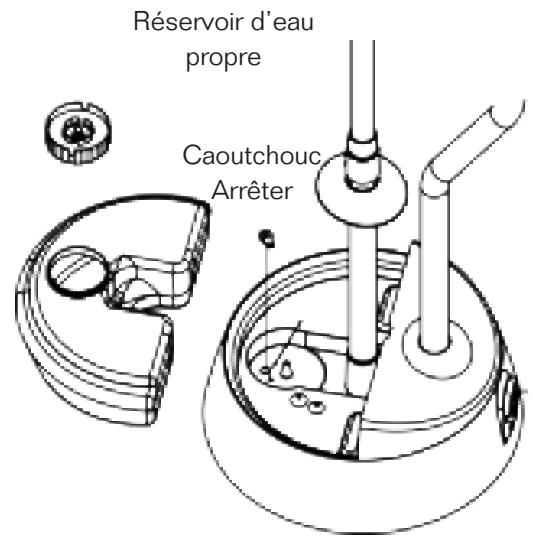

Figure 3
- Ensuite, relâchez le bouchon en caoutchouc pour vider l'eau dans le socle de l'humidificateur (voir figure 3) ;